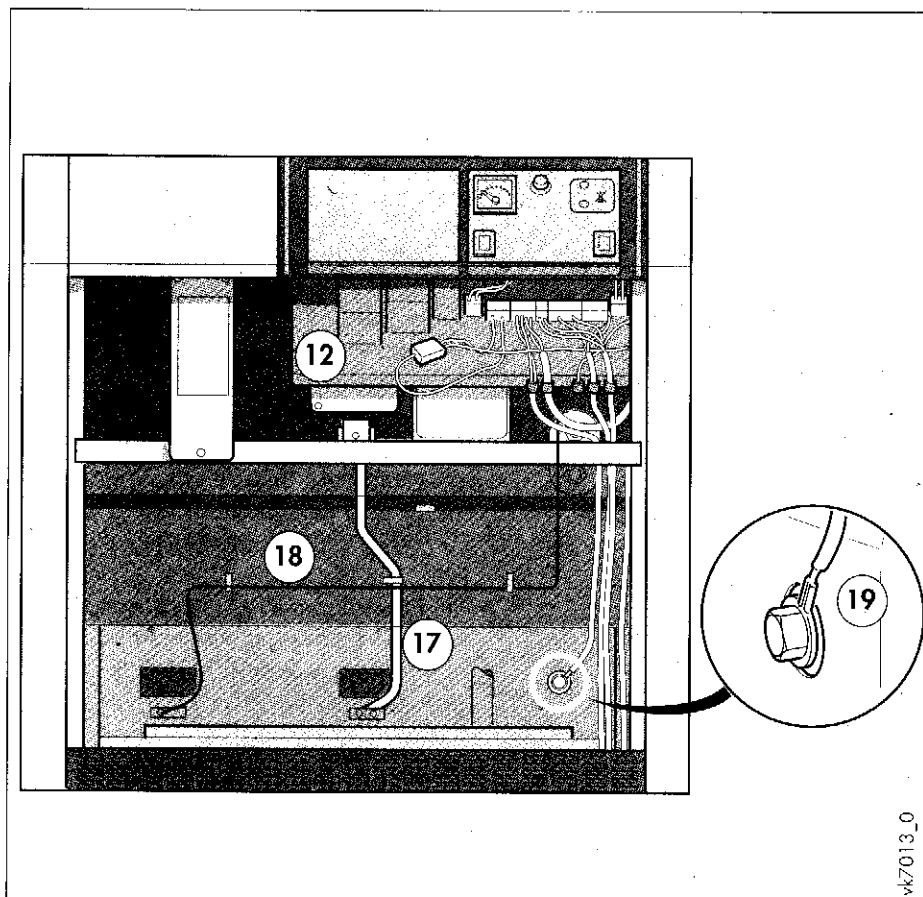

Рис. 11.2.7 Пример прокладки кабелей
Рис. 11.2.7 на следующей странице показывает пример прокладки кабелей котла VK 84/7-2E.
- Проложите кабель электродов розжига (17) и ионизационный кабель (18) как показано на рис. 11.2.7.